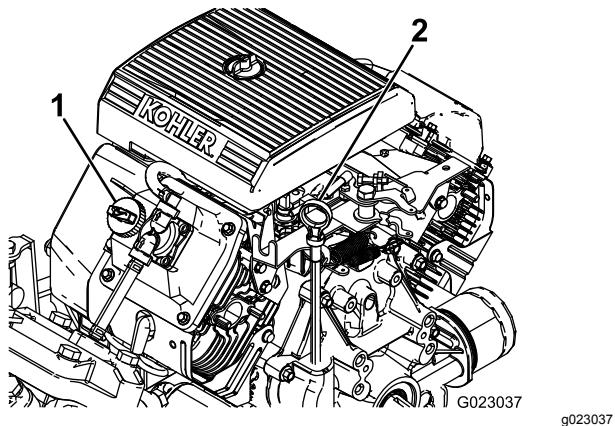

Figure 11
2. Retirez la jauge et essuyez-la sur un chiffon propre (Figure 11).
4. Si le niveau d'huile est trop bas, retirez le bouchon de remplissage du couvre-culasse (Figure 11) et ajoutez la quantité d'huile nécessaire par l'orifice pour amener le niveau au repère MAXIMUM sur la jauge ; voir Vidange de l'huile moteur et remplacement du filtre à huile (page 52) pour connaître le type d'huile